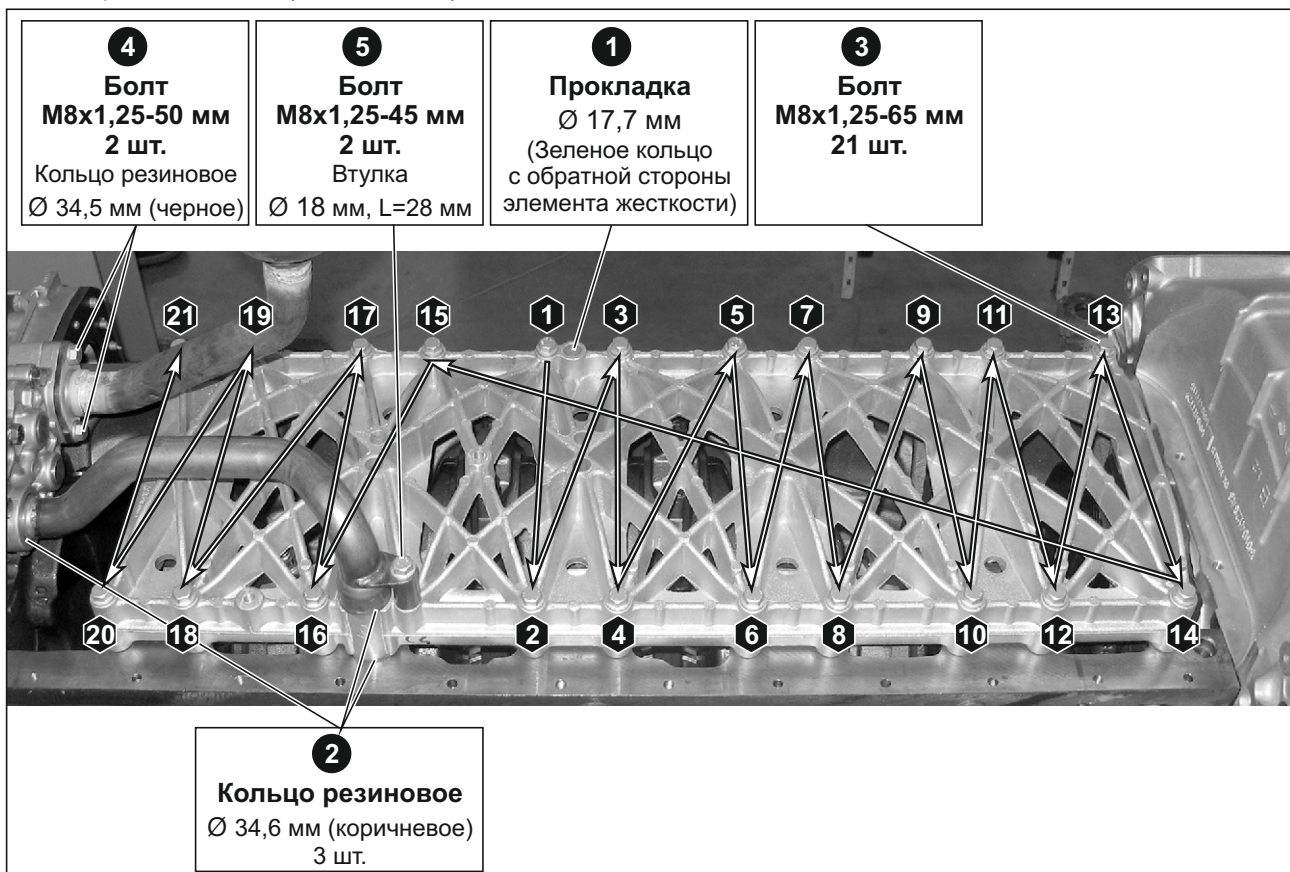

Рис. 105. Установка усилителя жесткости блока и масляного насоса.
1. Установить на усилитель жесткости блока кольца резиновые (2) и прокладку (1) (см. **Рис. 105**).
3. Навернуть болты крепления усилителя жесткости блока и затянуть $M_{кр} = 30 \pm 6$ Нм, соблюдая порядок затяжки (см. **Рис. 105**).
5. Затянуть болты **(4)** (см. **Рис. 105**) патрубка маслозаборного $M_{кр} = 20 \pm 4$ Нм.
7. Установить втулку и затянуть болт **(5)** (см. **Рис. 105**).